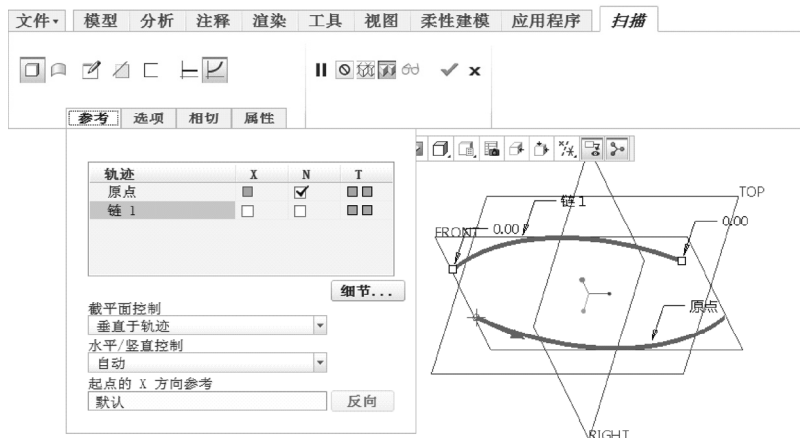

图 4-66 指定原点轨迹和链轨迹
5) 在“扫描”选项卡中打开“参考”面板, 选择下方的一条圆弧作为原点轨迹(原点轨迹上会显示有一个起点箭头), 接着按住〈Ctrl〉键选择另一条曲线作为链轨迹, 如图 4-66 所示。